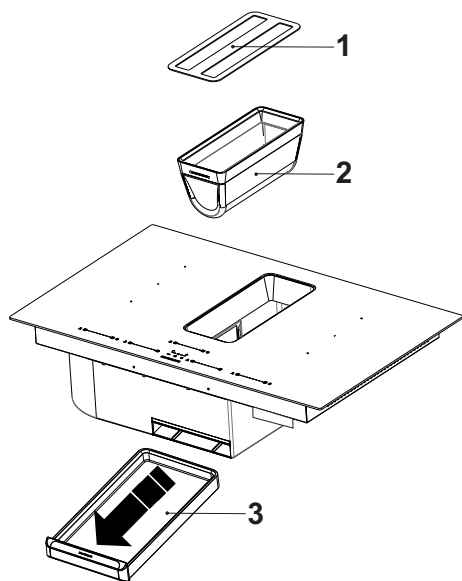

Abb. 71
1. ➤ Entfernen Sie die Randabsaugungsplatte, den Metallfettfilter und ziehen den Behälter für Kondenswasser heraus (Abb. 71).